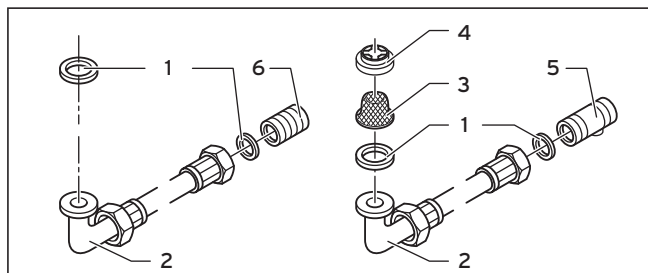

Fig. 5.1 Elementi di raccordo
- Inserire il filtro dell'acqua (3) e il limitatore di portata dell'acqua (4) nel flessibile di collegamento (2), come illustrato alla fig. 5.1.